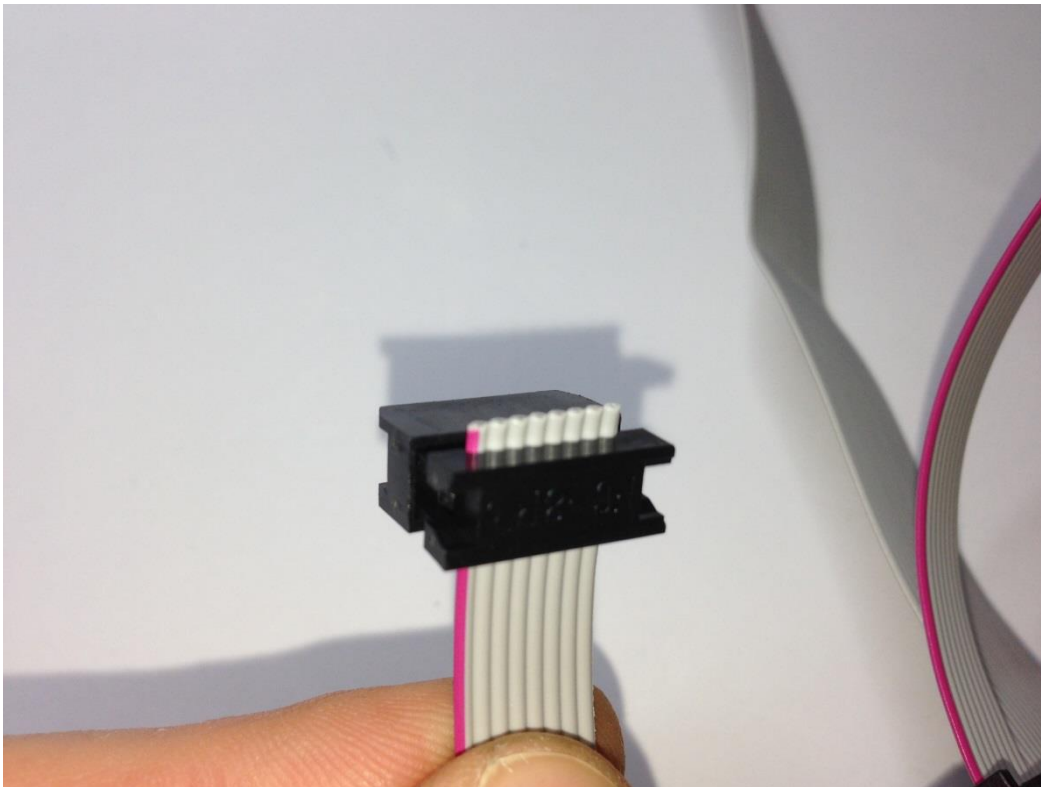

Bild 27
7.11. Jetzt die Pfostenbuchse für den Tapeport Adapter anbringen. Gleiche Prozedur, wie bei der 26-poligen Buchse. Die Arretierungshilfe zeigt in Richtung Kabel (Bild 27).